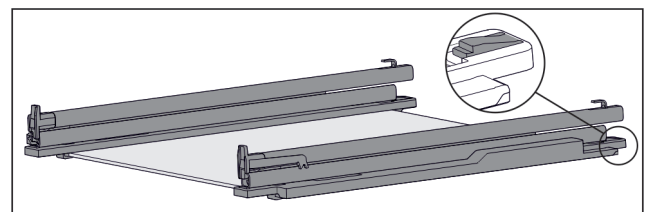

Fig. 149 Glasplatte mit Schienen und Halteteilen
- ▶ Halteteil hinten herunterdrücken (siehe Fig. 149) und gleichzeitig Schiene nach hinten schieben.